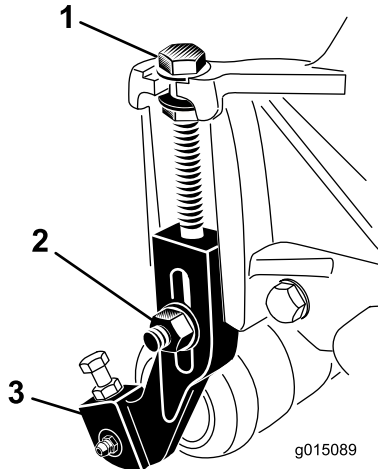

Bild 17
1. Lösen Sie die Sicherungsmuttern, mit denen die Schnitthöhenhalterungen an den Seitenplatten des Mähwerks befestigt sind (Bild 17).